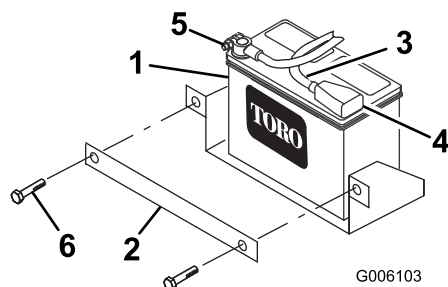

Figure 2
2. Enlevez les boulons, les écrous et la barrette de fixation de la batterie (Figure 2).